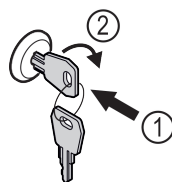

Fig. 178
- ▶ Insérer la clé. Fig. 178 (1)
- ▶ Tourner la clé à 90° dans le sens horaire. Fig. 178 (2)